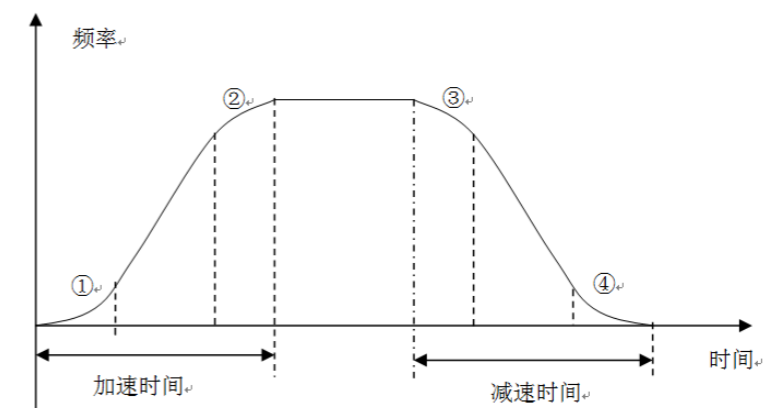

图6-4 S曲线加减速
S曲线加速起始段时间如图6-4中①所示，这里输出频率变化的斜率从0逐渐递增。
S曲线加速结束段时间如图6-4中②所示，这里输出频率变化的斜率逐渐递减到0。
S曲线减速起始段时间如图6-4中③所示，这里输出频率变化的斜率从0逐渐递增。
S曲线减速结束段时间如图6-4中④所示，这里输出频率变化的斜率逐渐递减到0。